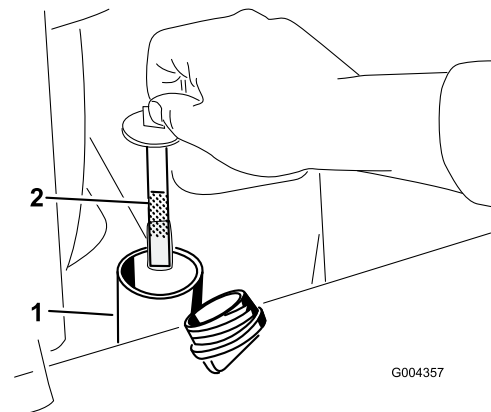

Figura 13
6. Retire el tapón del cuello de llenado y compruebe en la varilla el nivel de aceite (Figura 13).